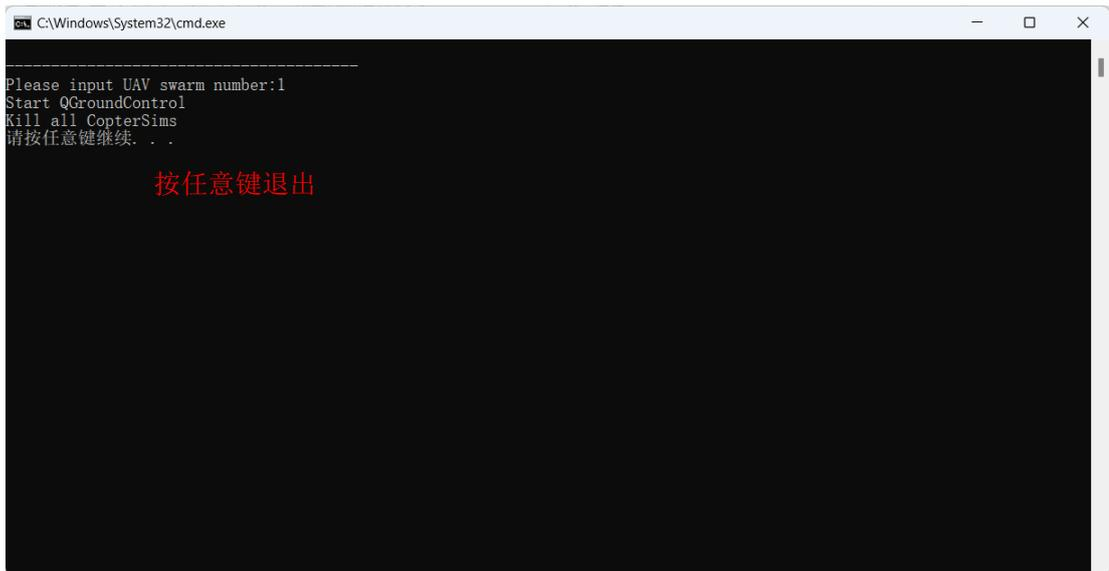

图 34 结束 RflySim 仿真程序
(4) 结束仿真程序。找到如图 34 窗口，点击窗口，然后在键盘上按任意键即可退出仿真程序。那么 CopterSim、QGC、RflySim3D 都将退出。